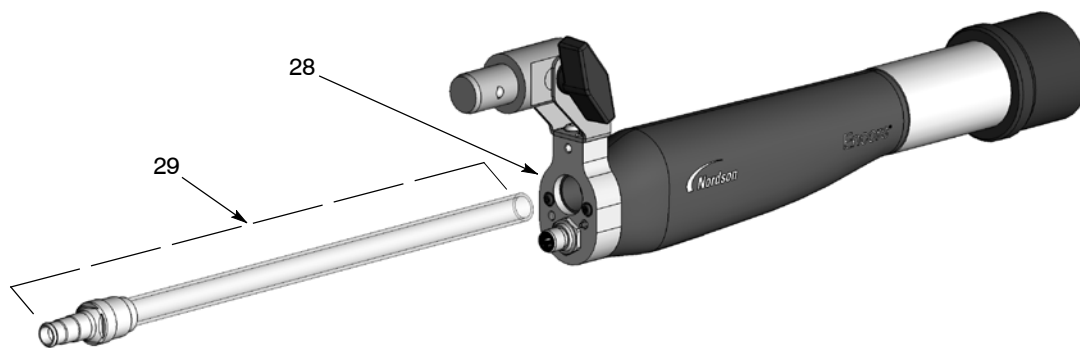

Figura 13 Înlocuirea tubului pentru pulbere
19. Vezi Figura 13. Montați tubul pentru pulbere (22) în adaptorul (30) folosind o mișcare de răsucire pentru a introduce tubul peste inelul O interior, până când se așează complet.